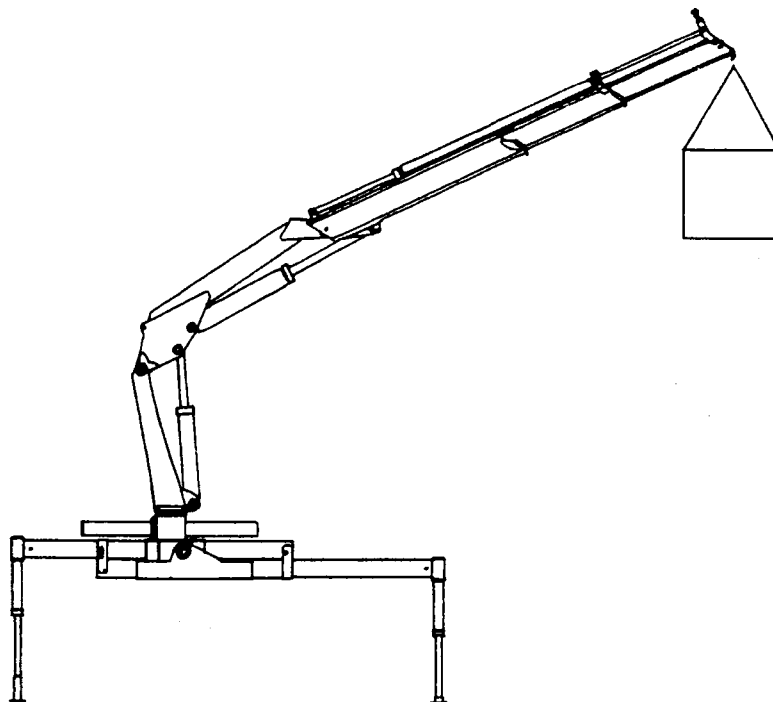

Fig.1
- 1) Far rientrare completamente gli sfili idraulici (Fig.1)
- 1) Fully withdraw the hydraulic extensions (Fig.1)